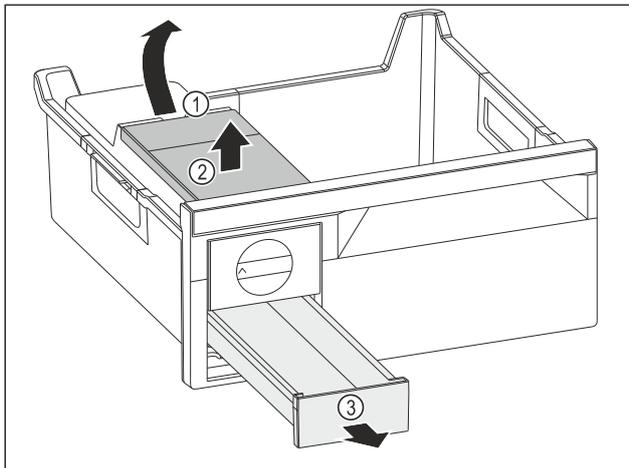

Fig. 144
- ▶ 取出水箱：从凹槽 Fig. 144 (1) 抬起水箱。
- ▶ 朝上取出水箱 Fig. 144 (2)。
- ▶ 朝前取出冰块抽屉 Fig. 144 (3)。